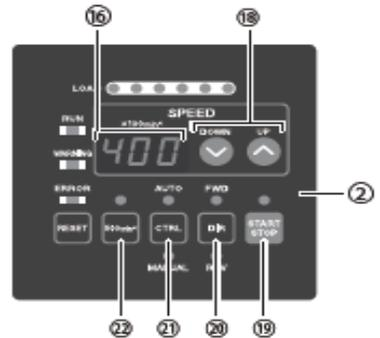

图24
15 - 1 选择控制模式 (MANUAL/AUTO)。(选择图24的控制切换按钮 (CTRL) ⑳。)
(1) 使用控制切换 (CTRL) 按钮可在手动 (前面板控制) 或自动 (外部信号源) 模式之间进行选择。外部信号源可用于从外部控制源 (CNC) 控制马达启动/停止、旋转方向、马达转速等。
(2) 当使用控制器的操作面板操作时, 按下图24所示的控制切换按钮 (CTRL), 然后选择MANUAL。MANUAL LED指示灯将亮灯。
当从外部信号源操作时, 按下图24所示的控制切换按钮 (CTRL), 然后选择AUTO。AUTO LED指示灯将亮灯。
(1) 设定马达旋转方向 (通过图24的⑳所示的旋转方向设定按钮 (DIR进行设定))。
(2) 设定 500min^{-1} (rpm) 定心作业 (通过图24的㉑所示的 500min^{-1} 按钮进行设定)。
(3) 马达启动/停止 (通过按下图24的㉑所示的马达启动/停止按钮 (START/STOP))。
(4) 设定马达转速 (通过图24的⑱所示的转速设定按钮 (SPEED ↑, ↓) 进行设定)。
设定参数<P2> 为<on> 将允许使用图24的⑱所示的转速设定按钮（SPEED ↑ , ↓）在自动模式下调节马达转速。